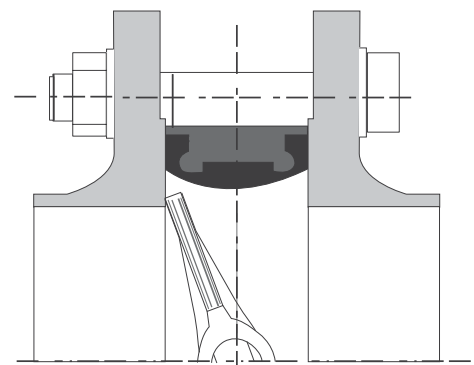

Рисунок 3. Неправильная установка
- Блокировка диска затвора (см. рисунок 3).